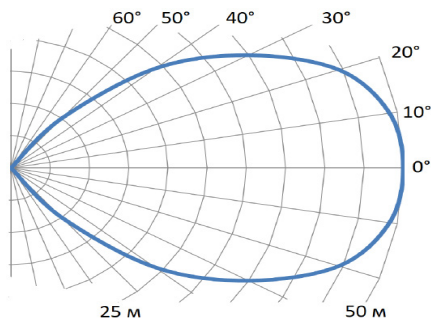

Рисунок 58 – Диаграмма обнаружения в любой плоскости
2.5.17.5 С помощью поворотного кронштейна задайте требуемую ориентацию зоны обнаружения (рисунок 58), установив корпус ИПП-ЗИК-Ех в необходимое положение. Зафиксируйте выбранное положение, затянув винт кронштейна.
2.5.18.5 С помощью поворотного кронштейна задайте требуемую ориентацию зоны обнаружения (рисунок 58), установив корпус ИПП-ИК-УФ-Ех в необходимое положение. Зафиксируйте выбранное положение, затянув винт кронштейна.